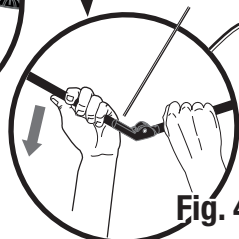
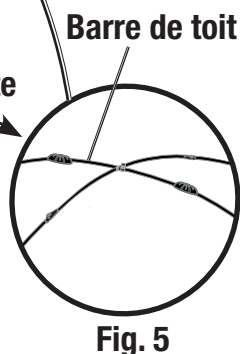

Fig. 4
Fig. 5
- Déployer la perche de corniche. (Fig. 4 et Fig. 5)
- Replier la barre faitière et la faire tourner pour qu'elle soit parallèle à la barre de toit. (Fig. 4 and 3)